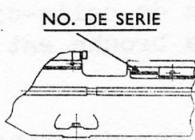

Fig. 51
1. Type et numéro de série du tour et, pour les tours équipés de boîtes de vitesses, préciser également le numéro de cette boîte. Les positions de ces numéros sont indiqués dans les Fig.51 et 52.